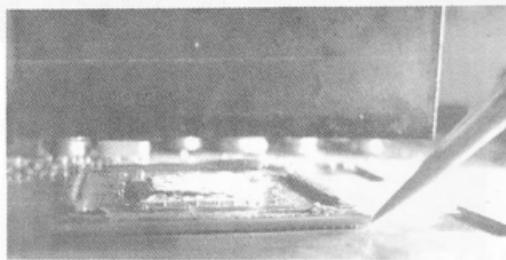

图 4-32 轻推 GPU
(6) 常用的焊锡分有铅和无铅，熔点分别是  $183^{\circ}\text{C}$  和  $217^{\circ}\text{C}$ 。机器温度运行到熔点时，使用镊子轻推 GPU（见图 4-32）。若能推动，15s 后即可停止加热并冷却，注意推力度不要太大力，否则移位就只能植株了。若不能推动，需要继续加热，直到能推动再恒温 15s 即可。无铅显卡建议使用三温区拆焊机。若使用两温区拆焊机加焊无铅产品，需要使用底部加热法，而且温度不是很好控制，需要多积累经验才行。